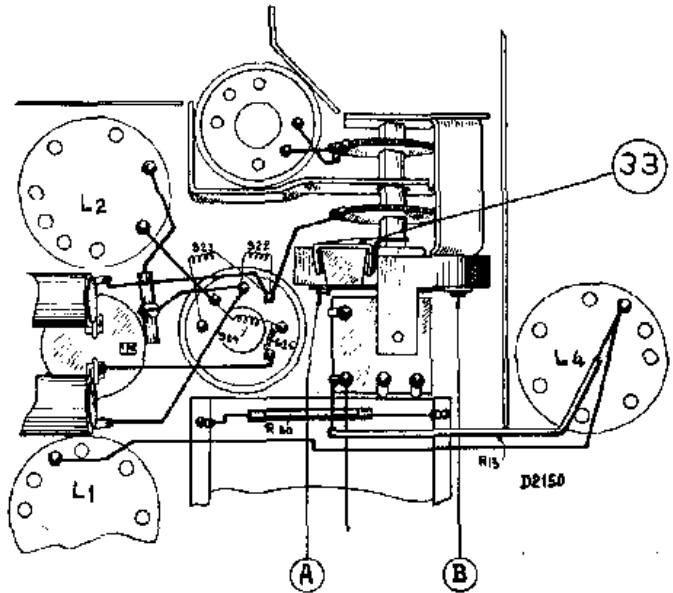

Abb. 7
6. Schrauben A und B lösen, wonach der Schalter demontiert werden kann (Abb. 7). Der magnetische Schalter muss bei 4 Volt noch schalten. Durch Verbiegung des Bügels (Abb. 7 Nr. 33) ist Nachregelung möglich.